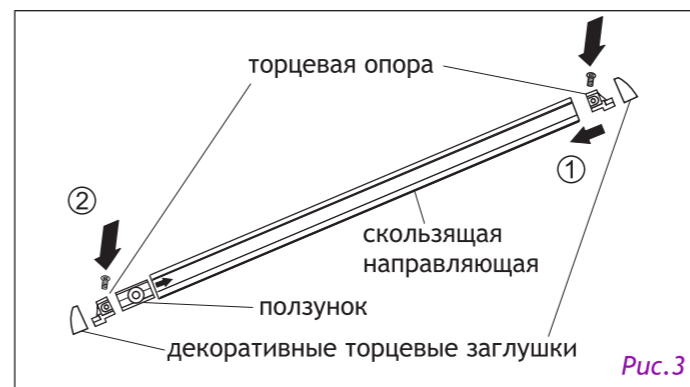
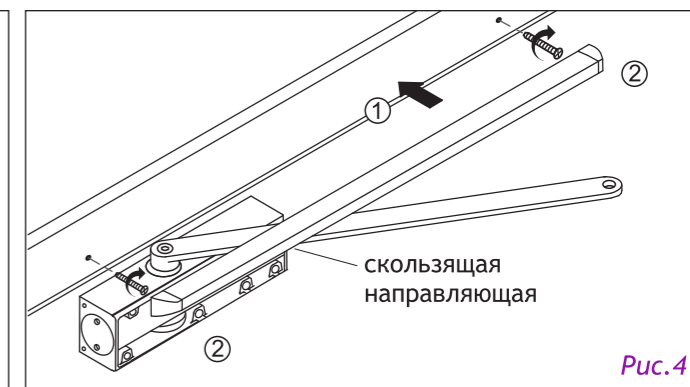

Рис.3
Рис.4
4. Вставьте ползунки в скользящую направляющую. Винтами закрепите торцевые опоры на скользящей направляющей. Установите скользящую направляющую и закрепите на ней декоративные торцевые заглушки (рис.3) и (рис.4);